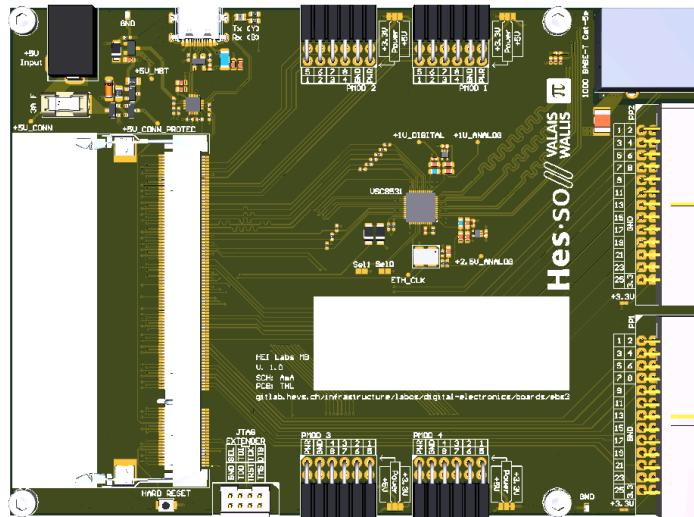

Abbildung 4 - FPGA Platine
- **btms[3:0]** : Tasten S4 bis S1 der elektronischen Platine Tasten-LEDs Abbildung 4, direkt mit dem Register **x31** verbunden
- eine FPGA Entwicklungskarte, siehe Abbildung Abbildung 4.